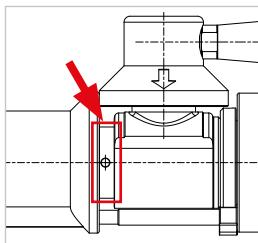

Abbildung 11
- ▶ Schalten Sie den Betätigungshebel (Pos. 3) um 90° von der OFF-Stellung in Richtung ON-Stellung. Geben Sie einen Sprühstoß auf den gekennzeichneten Bereich (Abbildung 11).